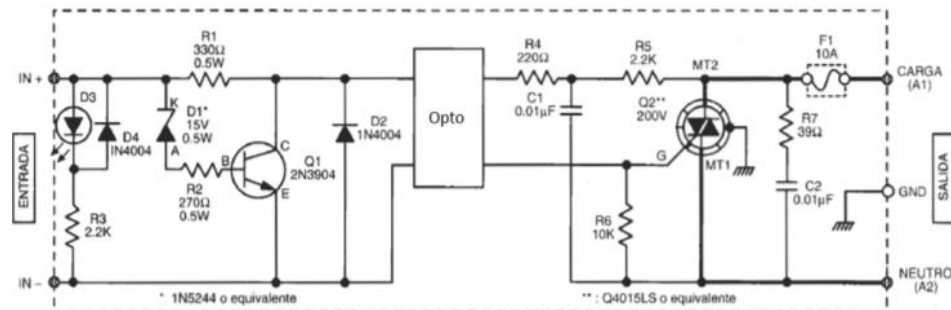

Figura 9. Relé de estado sólido.
- Al hacer referencia de los nombres de los componentes se va a tomar el nombre que aparecen en la figura 9, ya que en las distintas figuras de los circuitos aparecen con nombres distintos, esto por el simulador, que al tener varias veces un componente se va aumentando el número que aparece en los nombres.